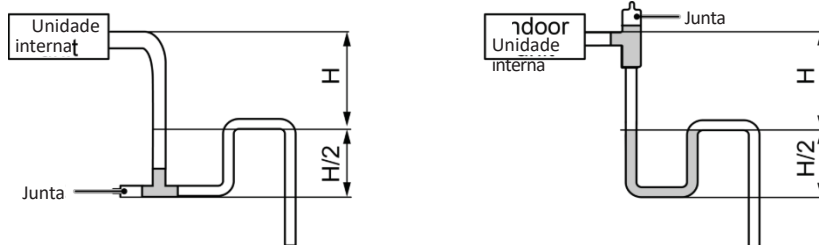

Fig. 4.12
- 6 Instale o sifão conforme indicado na Fig. 4.12.